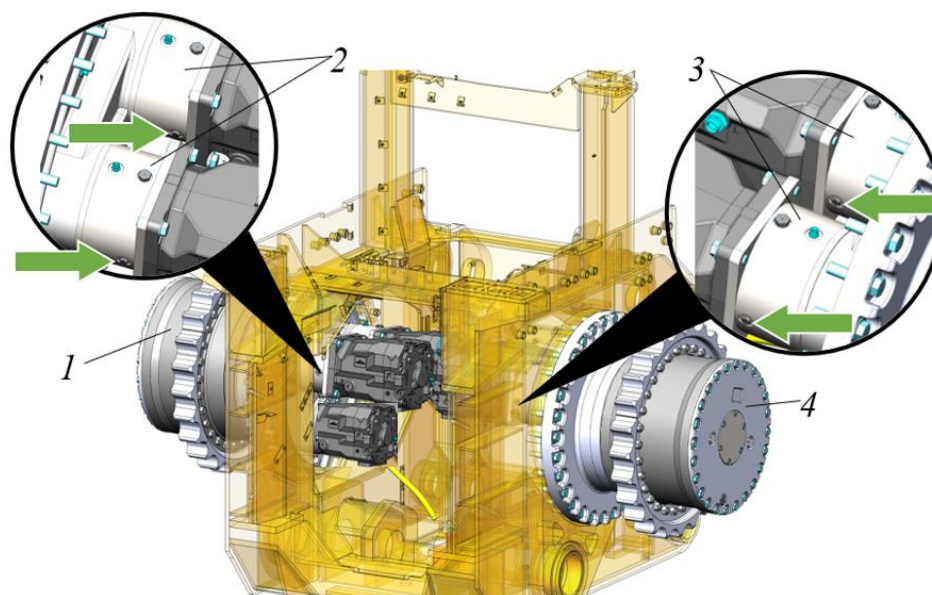

Рисунок 5.147. Контрольные отверстия для проверки уровня масла в тормозном устройстве бортового редукторов
Тормозное устройство бортового редуктора находится под углом по отношению к горизонтальной оси, поэтому уровень масла тормозного устройства необходимо проверять по контрольным отверстиям, которые обращены к передней части машины, см рис. 5.147. (показаны стрелками).
- ▶ Выкрутить резьбовые пробки для контроля уровня масла, см рис. 5.147. (показаны стрелками).